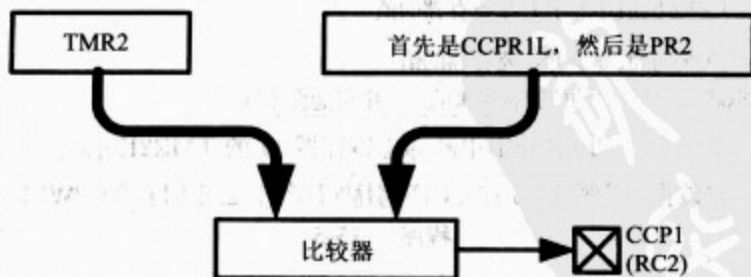
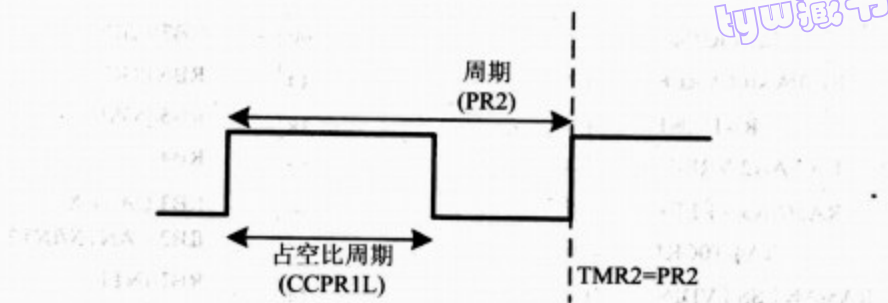

图 15-16 在占空比产生过程中 TMR2 和 PR2 的作用
图 15-17 PWM 中关于 CCPR1L 和 PR2 的 TMR2
- (1) 将 CCPR1L 的值送到 CCPR1H, CCP1 引脚变为高电平, PWM 周期开始。
- (2) TMR2 开始计数, 将其值与 CCPR1H 和 PR2 寄存器的值做比较。
- (3) 当 TMR2 与 CCPR1H (与 CCPR1L 相等) 的值相等时, CCP 引脚变为低电平。结束占空比部分。
(4) TMR2 继续计数, 直到其值等于 PR2。此时 CCP 引脚变为高电平, 表明 PWM 周期结束, 同时开始下一个 PWM 周期。将定时器 2 清零, 为下一个周期做准备。将 CCPR1L 的值送到 CCPR1H, 继续下一个过程。如图 15-16 和图 15-17 所示。